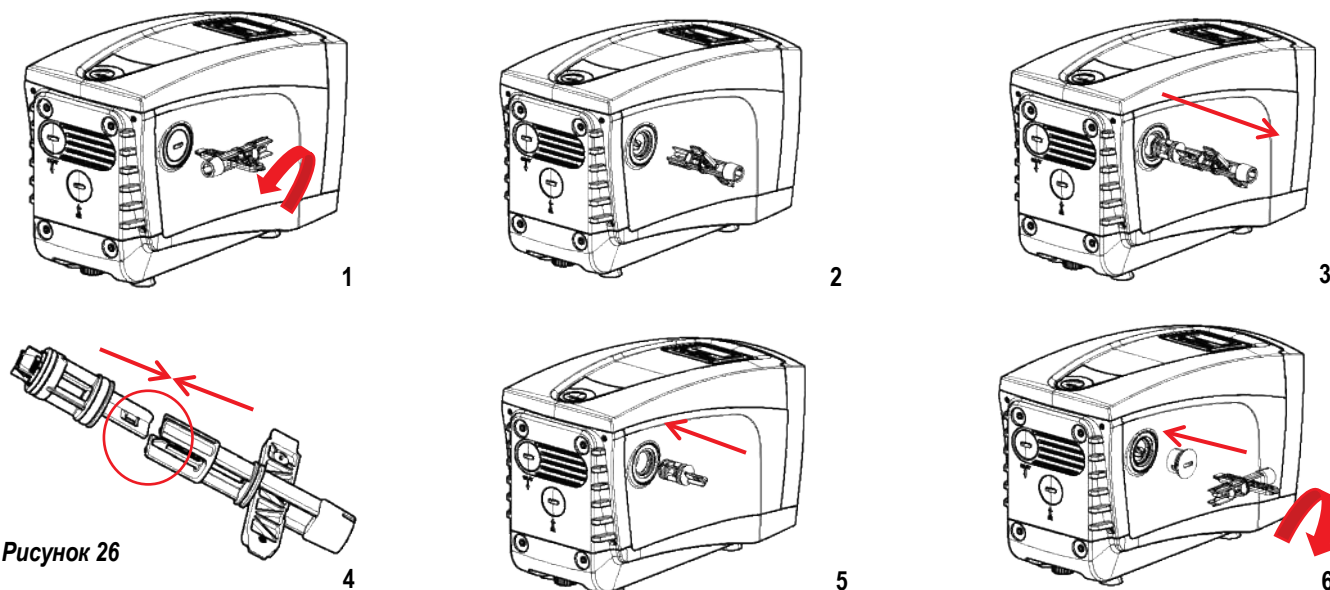

Рисунок 26
1. Снимите защитную заглушку вала двигателя, как показано на Рис.26;